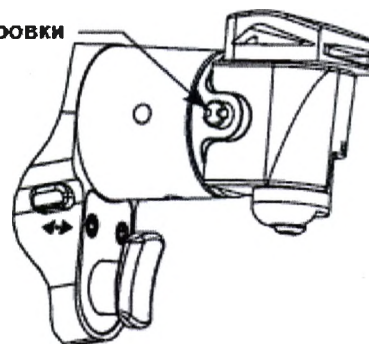

Рис. 2 – Для регулировки головки нажмите кнопку
1. Зажмите и удерживайте кнопку для регулировки; поверните сагиттальную головку на желаемый угол резки (см. рис. 2).